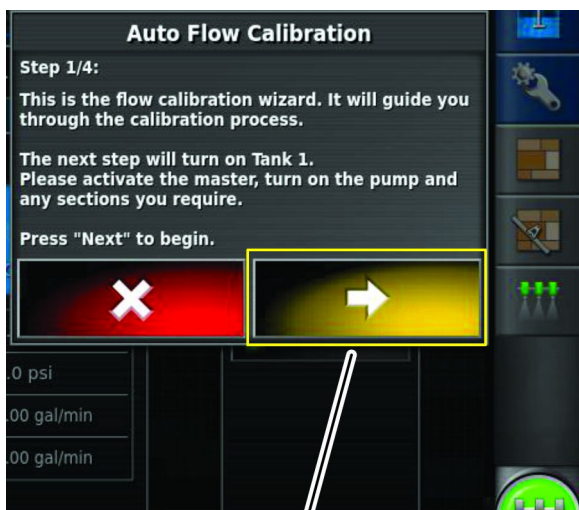

Figure 169
1. À l'étape 1 sur 4 de l'assistant d'étalonnage de débit automatique, appuyez sur l'icône Suivant (Figure 169).